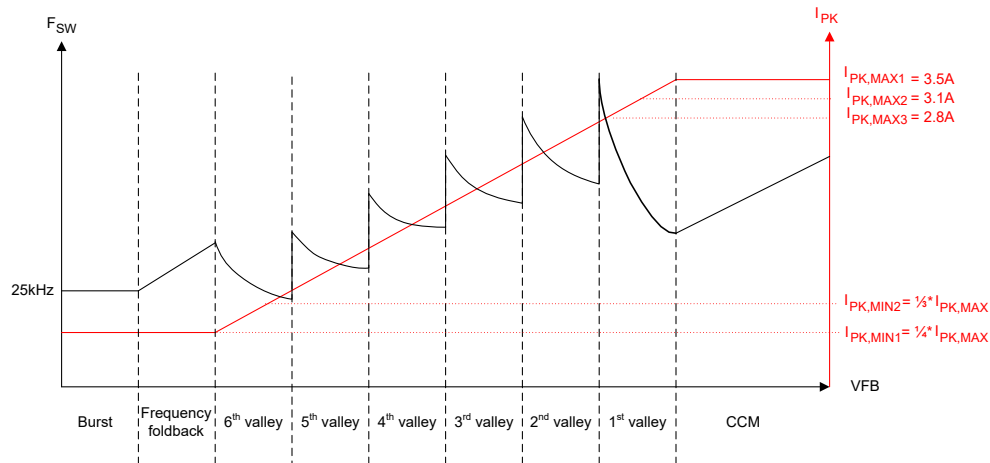
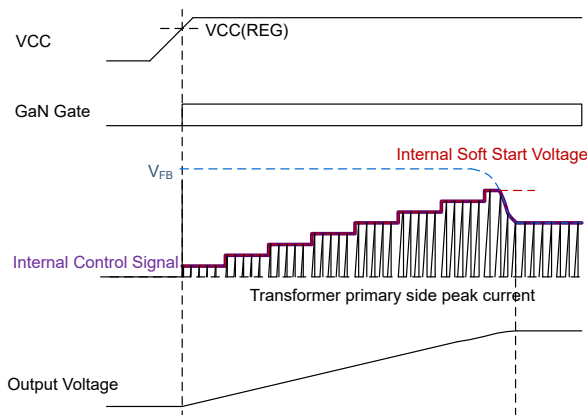

图 7-3. UCG2882x 控制律
图 7-8. 软启动序列
将反馈 (FB) 引脚连接到光耦合器的集电极，以进行输出调节。该引脚具有内部 60k Ω 上拉电阻器，用于光耦合器偏置。该引脚上的瞬时电压根据图 7-3 中的控制律决定开关频率、峰值电流和运行模式 (突发、折返、谷底开关或 CCM)，以提供所需的输出功率。在该引脚与接地端之间连接一个 100pF 或 220pF 电容器，用于滤除高频噪声。
因此，对于 UCG2882x，初级 GaN HEMT 会在每个开关周期达到峰值电流阈值后关断，接着又在不连续模式 (DCM) 运行期间在磁化环的一个目标谷底处导通。瞬时初级峰值电流和目标谷底由反馈 (FB) 引脚电压根据图 7-3 的控制律确定。将 FB 引脚连接到光耦合器集电极。负反馈环路将 FB 引脚电压设置为所需值，以支持输出端的特定 V_{OUT} 和 P_{OUT} 。该器件可在以下四种运行模式之一下运行：突发模式、频率折返模式、谷底开关模式或连续导通模式，如下文所述。
在图 7-3 所示的控制律中，UCG2882x 支持灵活选择最大峰值电流 $I_{PK,MAX}$ ，以优化额定负载下的开关频率以及变压器尺寸。对于每个 $I_{PK,MAX}$ 设置，可对最小峰值电流 $I_{PK,MIN}$ 使用 1/3 或 1/4 的调节率。当反激式转换器在频率折返或突发模式下运行时，该 $I_{PK,MIN}$ 值决定轻负载条件下的开关频率和损耗。对于所有 $I_{PK,MAX}$ 和 $I_{PK,MIN}$ 值，控制律峰值电流与反馈电压的斜率保持不变，如方程式 1 所示。表 7-5 展示了表 7-2 的不同峰值电流设置下不同模式之间和谷底之间转换的阈值电压。
UCG2882x 根据设计可在谷值进行软开关和初级 FET 导通，从而减少开关损耗。该转换器在谷底开关模式下运行，但峰值负载瞬态期间除外，在此期间可以将控制转换为 CCM 模式（在使用 CDX 引脚时启用）。在谷底开关模式下，目标谷底和峰值电流阈值受图 7-3 和方程式 1 的控制律控制：
如图 7-3 所示，一旦随着输出功率的增大而达到第 1 个谷底 QR 运行边界，控制器就会将 I_{PK} 钳位至最大选定值 $I_{PK,MAX}$ ，并开始缩短 CCM 模式下的次级导通时间 T_{OFF} 。 T_{OFF} 的缩短与 FB 引脚电压的增加成正比，直到经过 QR 模式关断时间的 50%，最高达到 QR 模式输出功率输送能力的 1.5 倍。根据应用要求，需要使用一个足够大的初级磁化电感 L_M 来防止在 CCM 模式下达到频率钳位，并避免任何可能增加输出电压纹波的次谐波振荡。对于持续时间较长的输出功率瞬态，转换器在 10ms CCM 计时器到期后返回到第 1 个谷底 QR 模式，并在 QR 模式下运行时，在 QR 模式和 CCM 模式的转换点继续提供尽可能大的输出功率。该器件可根据表 7-4 中的值，通过 CDX 引脚到 GND 之间的电阻器灵活地启用或禁用 CCM 模式运行。
导通后，反激式转换器从 0V 输出电压开始。低电压会导致反馈电压 FB 钳位至其最大值并触发过载保护。为防止出现钳位，UCG2882x 将以软启动模式启动。如图 7-8 所示，在此期间，内部 FB 电压斜坡在 4ms 内，以八个阶段从 0V 增加到最大值。当 FB 引脚电压等于 $I_{PK,MAX}$ 设置的 80% 时，内部 FB 斜坡达到最大值，该值会随着 IPK 引脚上的不同电阻器设置而变化。在软启动期间，该内部斜坡电压和实际 FB 引脚电压中的较小者用于确定图 7-3 的控制律中的器件工作点。当内部 FB 斜坡电压在 4ms 结束时达到最大值，控制将传输到 FB 引脚电压以进行输出调节。每次启动时或从故障（自动重试或锁存）和欠压条件恢复时，都会执行软启动序列。最小频率钳位仅在软启动期间更改为 10kHz（在正常运行期间，则为 25kHz）。10kHz 最小频率钳位在启动时（此时谷底缺失）很有帮助，并且控制律会强制初级 GaN HEMT 从最后一个导通边沿（如果谷底缺失）开始每 100 μs 导通一次，以对输出电容器充电。